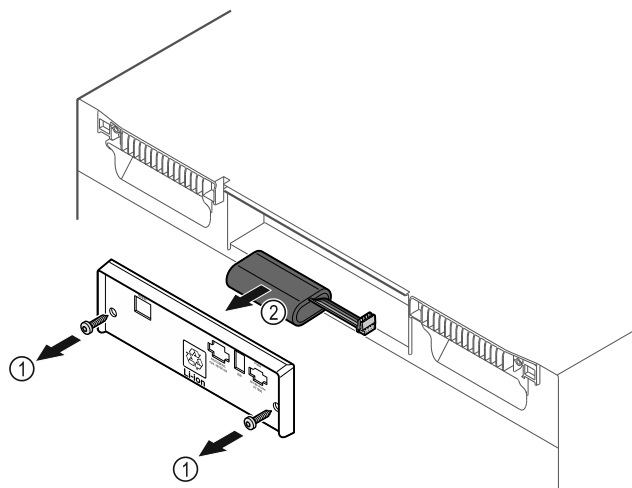

Fig. 231
- Vyšroubujte šrouby a odstraňte kryt na zadní straně spotřebiče Fig. 231 (1).
- Odpojte a vyjměte baterii Fig. 231 (2).